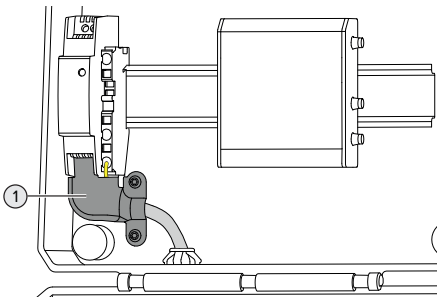

Abb. 7: Korrekt montierte Abdeckkappe
- ▶ Darauf achten, dass die Abdeckkappe wie in Abb. 7 montiert ist.